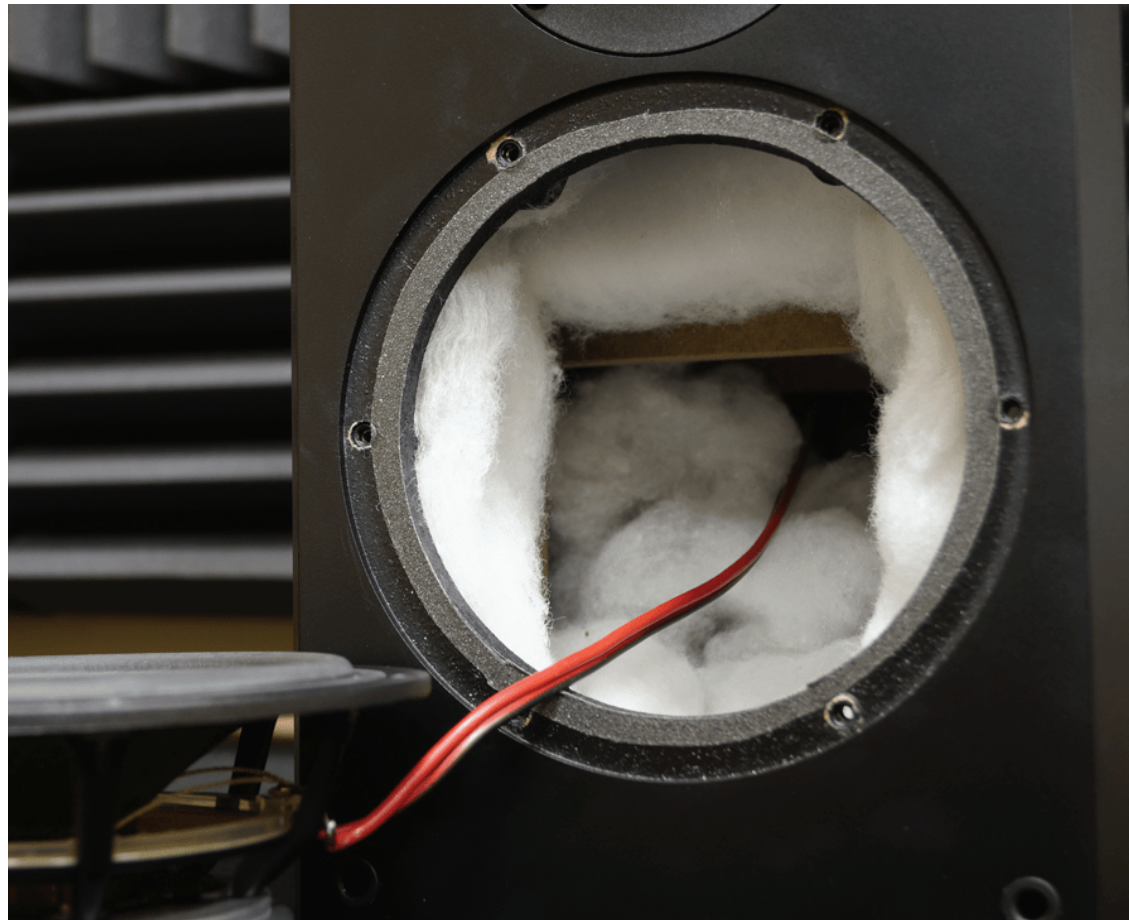

рис. 5
2. Отмерьте и отрежьте куски входящего в комплект уплотнителя необходимой длины для посадочных мест твитера и вуфера и приклейте их по периметру отверстий в один слой как показано на Рис. 5, не перекрывая крепежные отверстия.